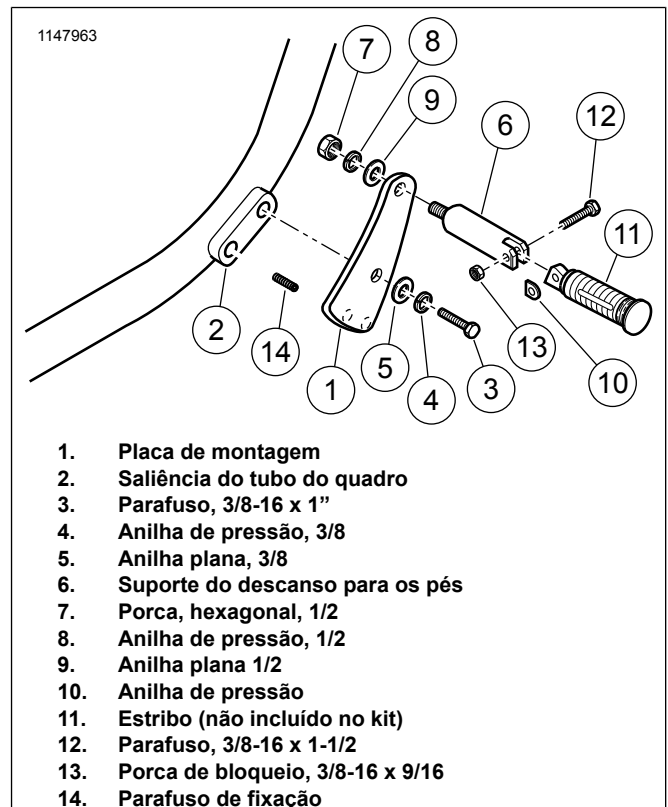

Figura 1. Instalação do estribo e do kit de montagem do estribo (lado direito do veículo)
1. Ver Figura 1. Instale o parafuso de fixação (14) no orifício inferior da saliência do tubo do quadro (2), deixando uma margem de 0,5 cm (0,20") relativamente ao parafuso de fixação (ou três roscas) exposto.
2. Coloque a placa de montagem do estribo de autoestrada (1) na posição pretendida. Se quiser que o estribo fique mais abaixo, posicione o orifício oculto da parte inferior da placa de montagem sobre o parafuso de fixação. Se quiser que o estribo fique mais acima, posicione o orifício oculto da parte superior da placa de montagem sobre o parafuso de fixação. Encaixe a placa de montagem na saliência do tubo do quadro, utilizando um parafuso (3) de 2,5 cm (1"), uma anilha de pressão (4) e uma anilha plana (5) do kit. Aperte.